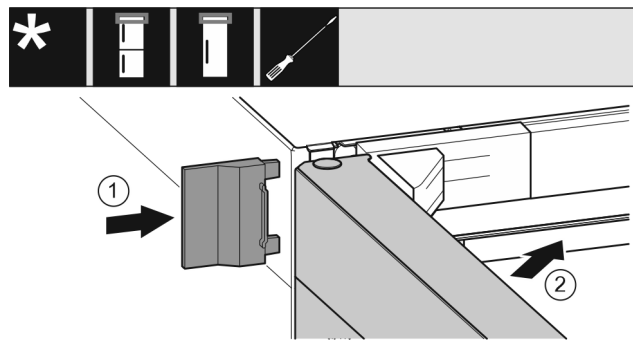

Fig. 28
- ▶ Buitenste afdekking Fig. 28 (1) erop schuiven.
- ▶ Bovenste deur Fig. 28 (2) sluiten.